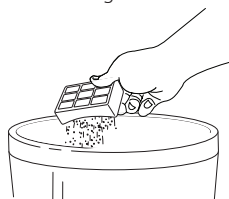

Fig. 22
- 3 Retournez le filtre côté souillé vers le bas et secouez-le vigoureusement au-dessus d'une corbeille afin de retirer toute poussière. (Fig. 22)